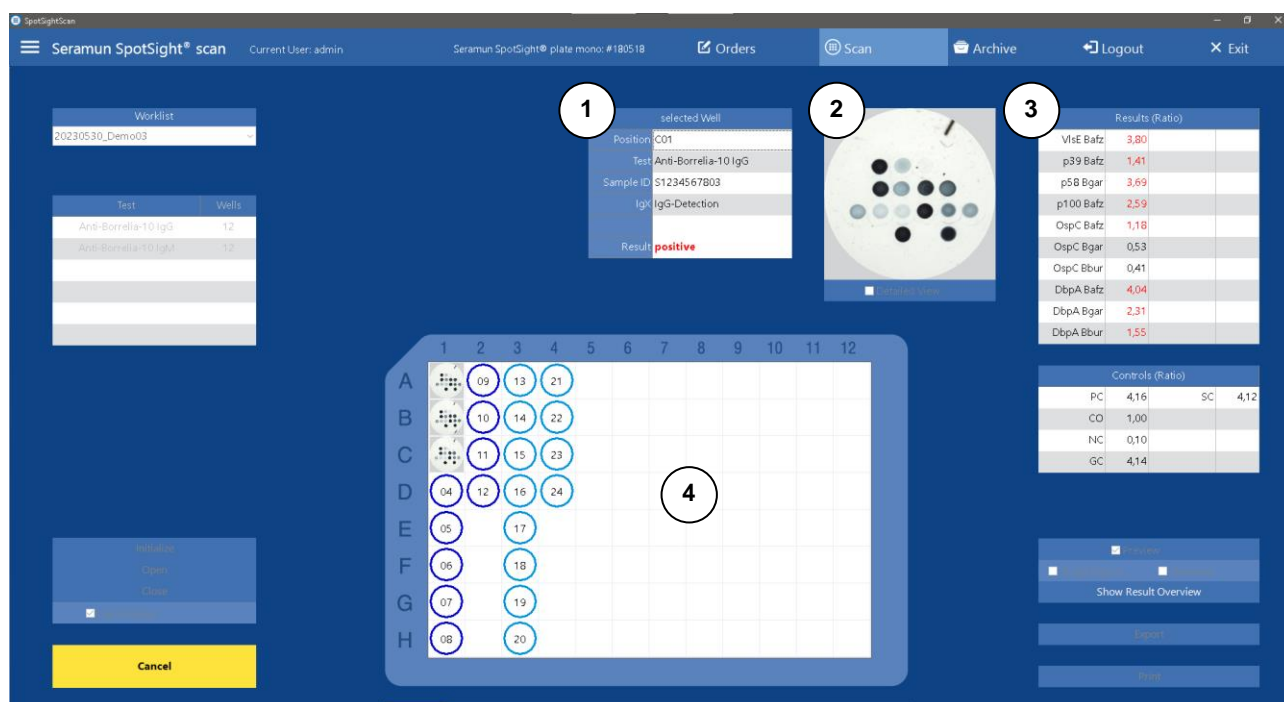
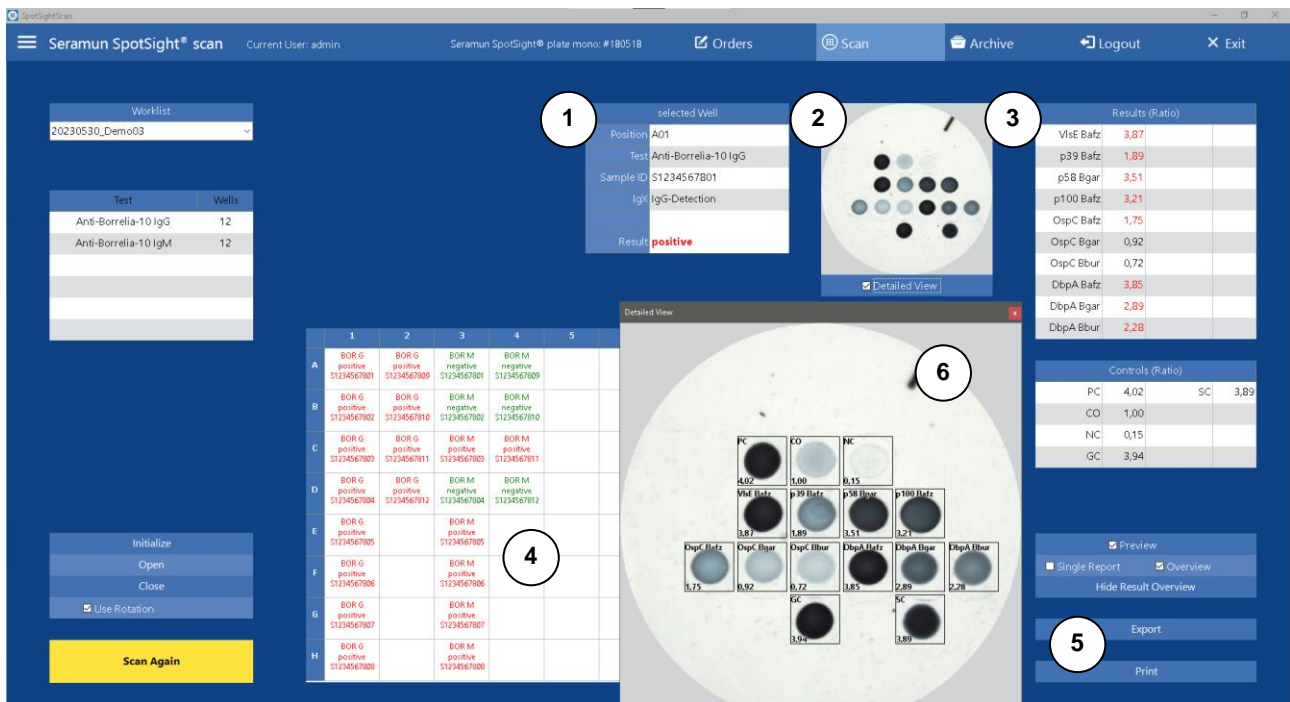

Figura 8: Página Escaneado durante la adquisición de imágenes (Seramun SpotSight® plate mono)
Figura 11: Vista general y detallada de los resultados tras la captura de imágenes
Al capturar imágenes, el último pocillo capturado se muestra con la imagen y los resultados (véase Figura 8 ①②③). Las imágenes de los pocillos que ya se han capturado se disponen como miniaturas en la placa de microtitulación simbólica del centro (Figura 8 ④). Debajo de la visualización de la placa simbólica hay una barra de progreso que muestra el avance de la captura de imágenes.
Tras la adquisición de imágenes, las miniaturas de la placa de micropocillos mostrada simbólicamente se sustituyen por una vista general de los resultados (Figura 11 (4)). A continuación se muestra el resultado del pocillo correspondiente:
- *Hide Result Overview* (ocultar resumen de resultados) / *Show Result Overview* (mostrar resumen de resultados) - cambiar entre vista general de resultados y miniaturas (Figura 11 (5))
Se puede volver a seleccionar un pocillo concreto haciendo clic sobre él en la vista general (Figura 8 (4); Figura 11 (4)). A continuación, las propiedades de este pocillo se muestran en la tabla de pocillos (Figura 11 (1)), el pocillo se muestra ampliado (Figura 11 (2)) y los valores medidos correspondientes se muestran en la tabla de la parte derecha de la página (Figura 11 (3)).
Al seleccionar la *Detailed View* (vista detallada) (Figura 11 (2) más abajo) se abre una imagen de pocillo ampliada o rotulada adicionalmente.
- *Detailed View* (vista detallada): abre una ventana independiente que muestra el pocillo seleccionado ampliado de nuevo, rotulado con los nombres de los parámetros y controles y sus resultados etiquetados (Figura 11 (6))
Los elementos operativos de la parte inferior derecha (Figura 11 (5)) permiten emitir los resultados en forma de informe o exportación: